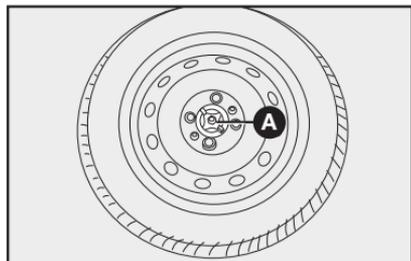

fig. 2
- Afloje el dispositivo de bloqueo **A-fig. 2**, saque la rueda de repuesto y el portaherramientas colocándolos junto